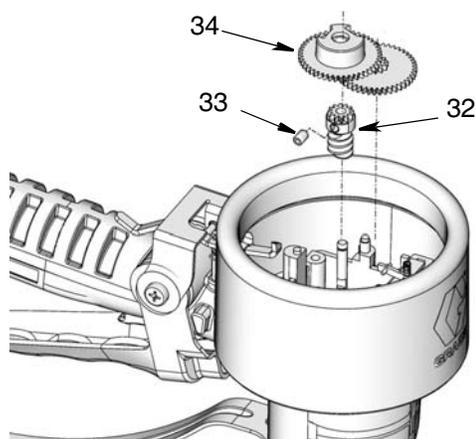

FIG. 29
5. Utilice una llave hexagonal de 2 mm para retirar el tornillo de fijación del engranaje (33). Retire los engranajes (32, 34) (FIG. 29).